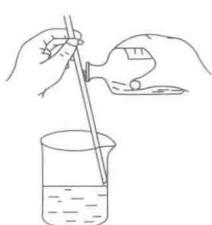

图 1-4 向烧杯中倾倒液体
- (6) 当溶液需要移到其他容器内时，可以将杯口朝向有突出缺口的一侧倾斜，即可顺利地将溶液倒出。若要防止溶液沿着杯壁外侧流下，可用一枝玻璃棒轻触杯口，则附在杯口的溶液即可顺利的沿玻璃棒流下，如图 1-4 所示。